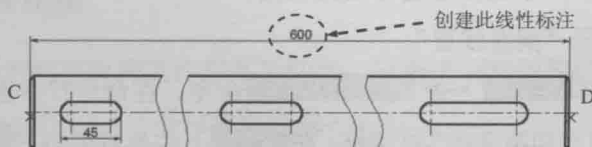

图 1.1.23 创建越过断面符号的线性标注
(2) 创建越过断面符号的线性标注。选择下拉菜单 **标注(B)** → **线性(L)** 命令,分别单击图 1.1.23 中的 C、D 两点,在命令行中输入字母 T 并按 Enter 键,输入数值 600 后按 Enter 键;在绘图区的空白区域单击,以确定尺寸放置的位置。